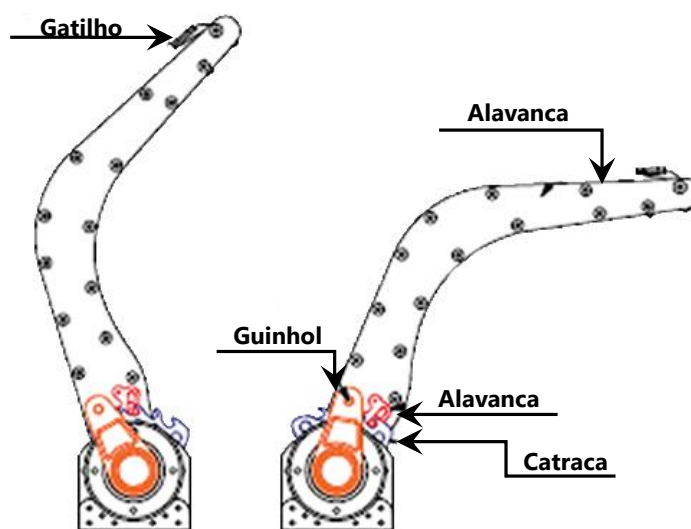
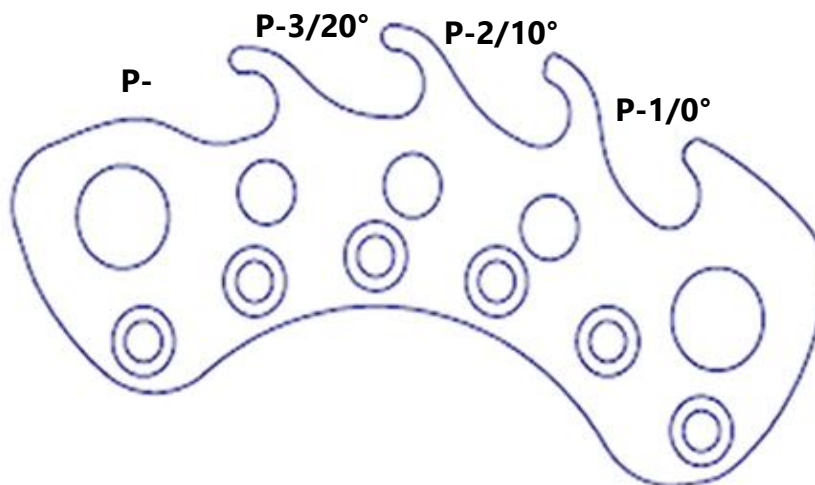

Figura 57.50.15 – Alavanca do flape.
Figura 57.50.18 – Engates da catraca.
1. Manter a alavanca do flape sua posição neutra, flape totalmente recolhido, ver figura 57.50.15 e figura 57.50.18 (1º engate).
4. Certificar-se das demais deflexões do flape que são limitados diretamente pelo travamento nos engates dentados da catraca, figura 57.50.15 e figura 57.50.18.
5. Para o 1º engate o flape deverá estar totalmente recolhido, em sua posição neutra, conforme figura 57.50.15 e figura 57.50.1. Para os demais engates 2º, 3º e 4º os ângulos correspondentes, de deflexão dos flapes, com referência no neutro, são 10°, 20° e 30°.